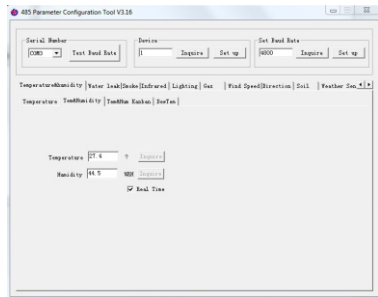

Рис. 5
6. Нажмите ОК и запустите программу-конфигуратор «485 Parameter Configuration Tool V3.16» (Рис. 5).